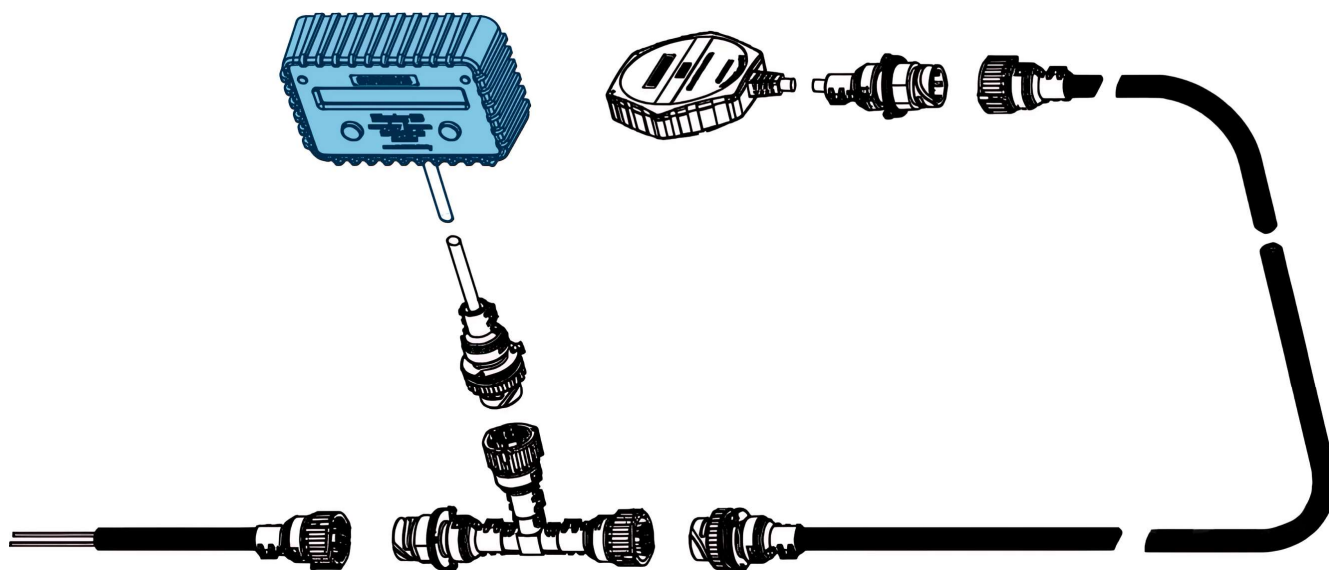

Рис. 25. Использование датчика eurosens MWS 2 совместно с дисплеем
- При необходимости отображения информации от eurosens MWS в месте его установки рекомендуется использовать eurosens Display RS или eurosens Display CAN (**Рис. 25**)